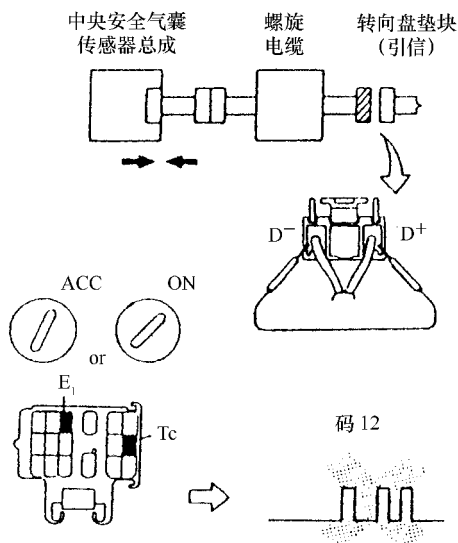

图 5-15 检查中央安全气囊传感器总成
(5)若正常,检查中央安全气囊传感器电路。如图 5-15 所示,将点火开关置于 LOCK 位,将电池负极线从电池上拆下,接好至中央安全气囊传感器总成的接头,用服务线将螺旋电缆与转向盘垫块之间螺旋电缆侧 D+ 与 D- 接上,将电池负极线接上,并至少等 2s 后,将点火开关置 ACC 或 ON 位,并至少等 20s 后,用 SST 将检查接头的 Tc 或 E1 端子相连。(SST 09843 - 18020) 检查故障码。若正常,不输出故障码 12,但这时,可能输出除 12 之外的码,但这与检查无关。若输出故障码 12,更换中央安全气囊传感器总成。